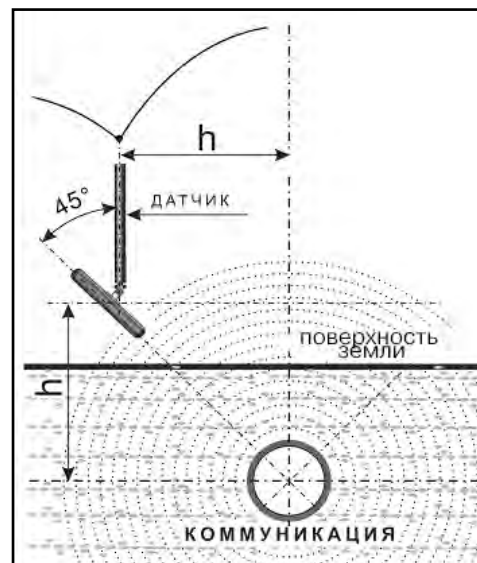

Рис. 4.1
2. При положении антенны ЭМД перпендикулярном трассе и под углом 45° к поверхности земли, минимум сигнала наблюдается на удалении от точки «над трассой», равном глубине залегания коммуникации, когда ось антенны пересекает ось трассы. Это косвенный метод измерения глубины залегания коммуникации (рис. 4.1).